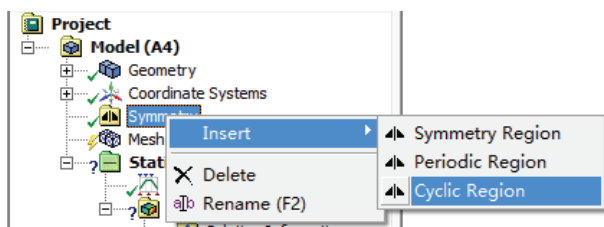

图 20-6 添加扇区
1) 选择 Mechanical 界面左侧 Outline 树结构图中 Symmetry, 然后单击右键, 并在快捷菜单中选择 Insert>Cyclic Region, 如图 20-6 所示; 此时树结构图中出现 Cyclic Region 对象。